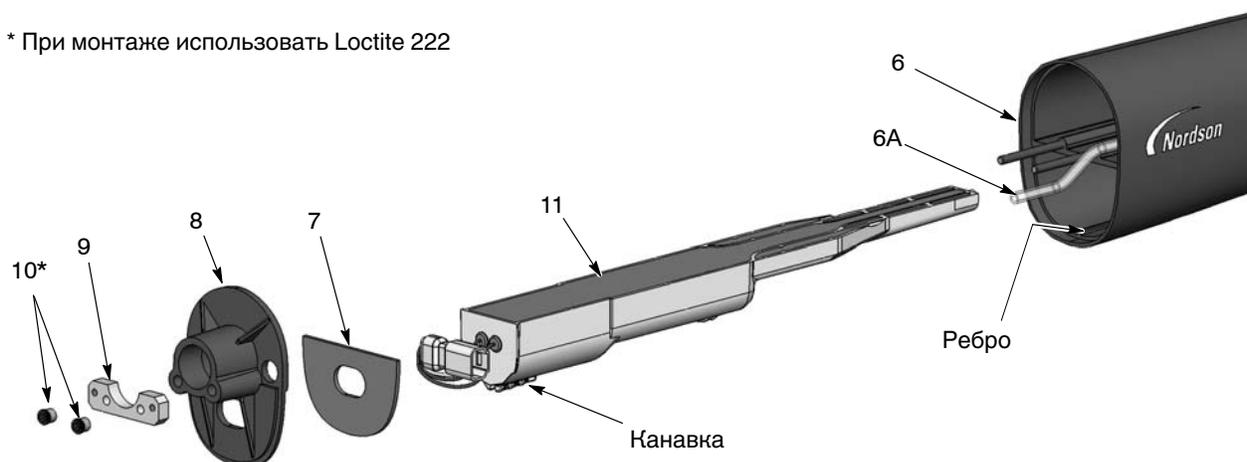

Рис. 7-14 Распылитель для монтажа на штанге, разборка, 2 из 3
4. См. рис. 7-14. Ключом-шестигранником на 1/8 дюйма отвернуть две гайки с шестигранным шлицем (10) и снять пластину винтов (9) с перегородки (8). Затем снять перегородку с корпуса распылителя (6), пропуская провода питания сквозь перегородку.
5. Извлечь блок питания (11) из корпуса распылителя.
7. Прокладка (7) закреплена на перегородке с помощью контактного клея. Если прокладка повреждена, заменить ее на новую.
1. См. рис. 7-14. Вставить блок питания (11) в корпус распылителя (6), убедившись, что ребро в корпусе вошло в канавку на блоке питания. Плотно посадить блок питания в корпус распылителя.
2. Пропустить провода питания сквозь перегородку, а затем поставить перегородку (8) и пластину винтов (9) на шпильки корпуса распылителя. Нанести Loctite 222 на гайки с шестигранным шлицем (10), а затем навернуть гайки на шпильки и затянуть моментом 0,45 Н•м (64 дюйм-унц.), используя ключ-шестигранник на 1/8 дюйма.